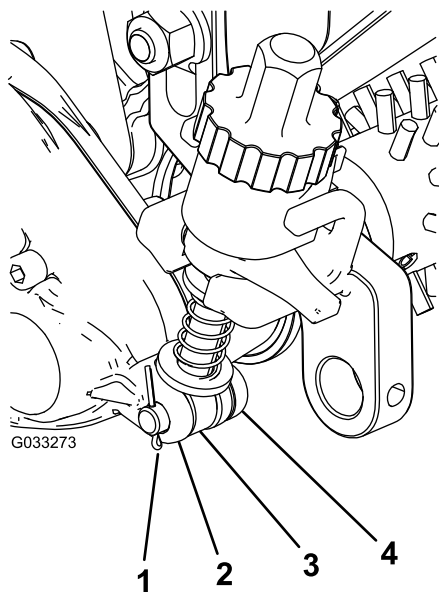

图19
3. 将靠近疏草刀驱动箱的调整臂组件杆滑入驱动箱上的间隙然后用调节销和开口销固定图19。